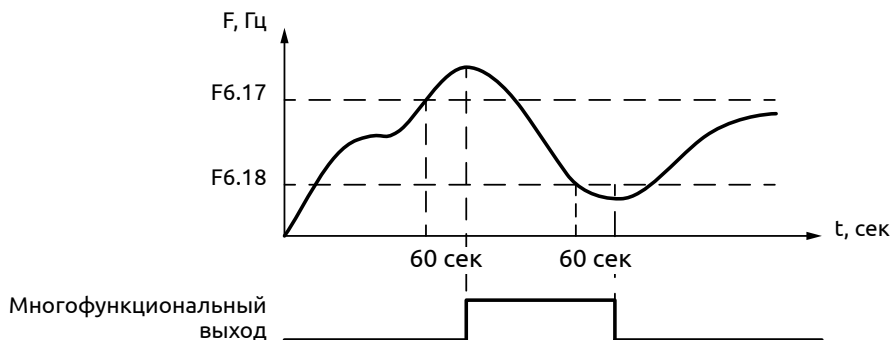

Рисунок 70 – Режим поддержания давления
**29:** Режим поддержания давления (см. рисунок 70)